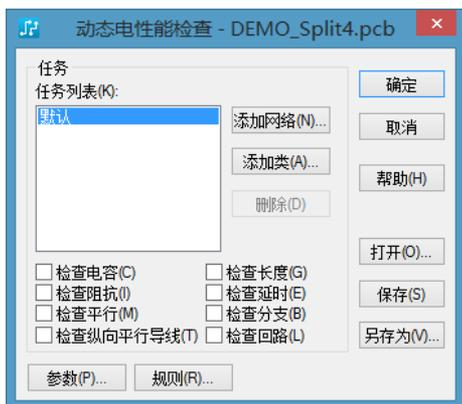

图 15-15 “动态电性能检查”对话框
(2) 从“检查”选项组中选中“高速”单选按钮。
(3) 单击“设置”按钮，弹出如图 15-15 所示的“动态电性能检查”对话框。添加“网络”或“类”，以指定需要检查的内容。
(4) 添加网络 A0、A1。
2) 在“添加网络任务”对话框中选择 A0、A1 网络，然后单击“确定”按钮退出该对话框。这将使 EDC 的所有检查都针对网络 A0、A1。在如图 15-15 所示的对话框中选择 A0、A1 网络，然后选择验证内容，包括电容 (Capacitance)、阻抗 (Impedance)、平行 (Parallelism)、串行 (Tandem)、长度 (Length)、延时 (Delay)、分支 (Stubs) 和回路 (Loops)。